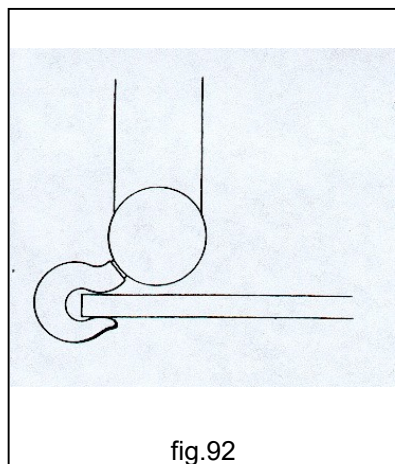

fig.92
- **NUNCA** use la punta del gancho como base de apoyo de la carga (fig.92).